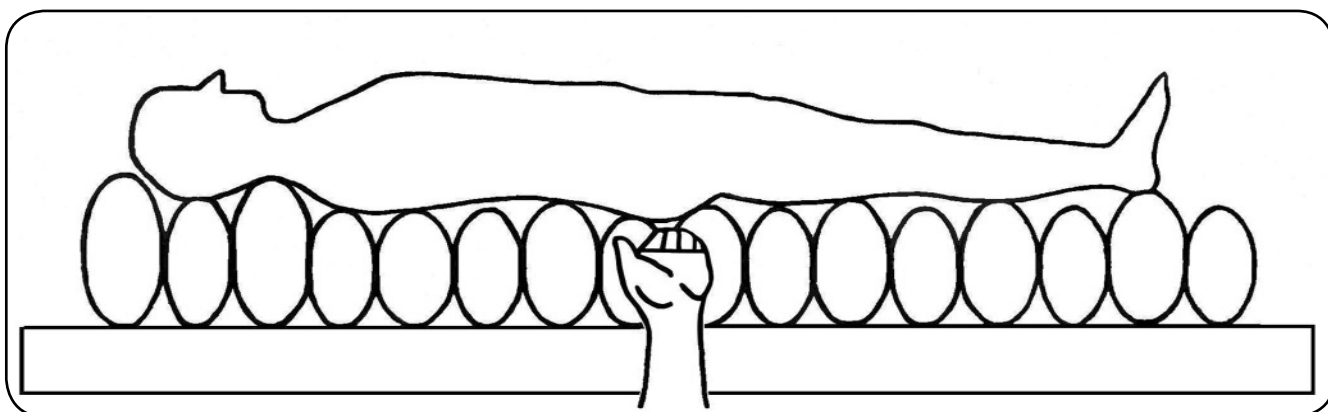

Abbildung 12
13. Kontrollieren Sie jetzt den eingestellten Druck mit dem Handtest. Schieben Sie die flache Hand zwischen das Gesäß des Patienten und der entlüfteten Zelle der Wechseldruckmatratze. Zur optimalen Lagerung muss zwischen Gesäß und der entlüfteten Zelle ein Abstand von ca. 3-4 cm sein (siehe Abbildung 12).